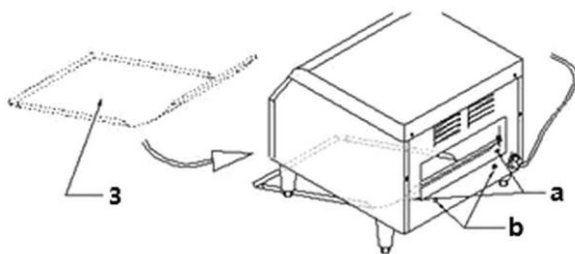

Abb. 2
4. Befestigen Sie das Toast-Auswurfblech (3, Abb. 2), indem Sie dieses mit der Rundung zuerst unter dem Gerät nach hinten schieben und dann an der unteren Kante der rückseitigen Öffnung des Gerätes an den dafür vorgesehenen Haken (a) aufhängen.
5. Hängen Sie das Toast-Auffangblech (8) (mit entsprechenden Aussparungen an der Vorderseite) an den dafür vorgesehenen Stiften (b, Abb. 2) unterhalb der rückseitigen Geräteöffnung ein.